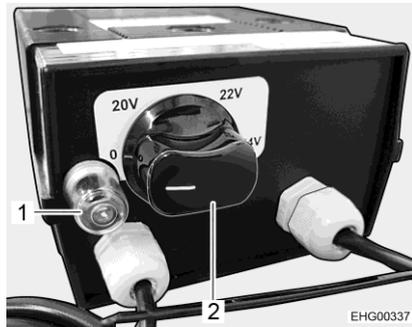

Bild 119 Regler für elektrische Fußbodenerwärmung
- Den Drehregler (Bild 119,2) auf die gewünschte Heizstufe drehen.
- Den Drehregler (Bild 119,2) auf Stellung "0" drehen.
Wenn der Regler überlastet wird, spricht der Überlastungsschutz an. Der Stift (Bild 119,1) springt heraus.
- Den Stift (Bild 119,1) am Überlastungsschutz eindrücken, wenn der Regler abgekühlt ist.